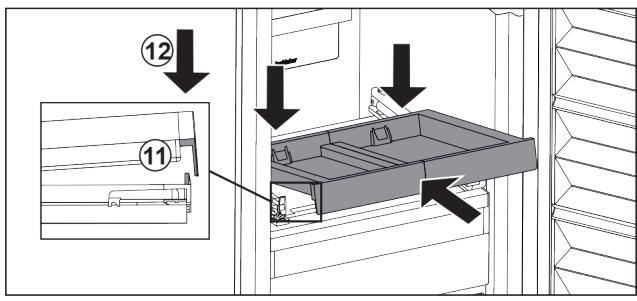

Fig. 88
- ▶ Вставьте, наклоняя вниз. Обратите внимание на то, чтобы на обеих сторонах упор был за накладкой. *Fig. 88 (11)*
- ▶ Снимите выдвижную панель спереди. *Fig. 88 (12)*